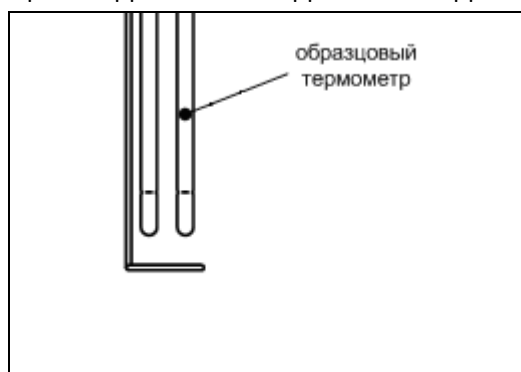

Рисунок 34 – Расположение образцового термометра
5.6.3 Установить образцовый термометр таким образом, чтобы чувствительные части датчика температуры продукта и образцового датчика находились на одной высоте (рисунок 34).